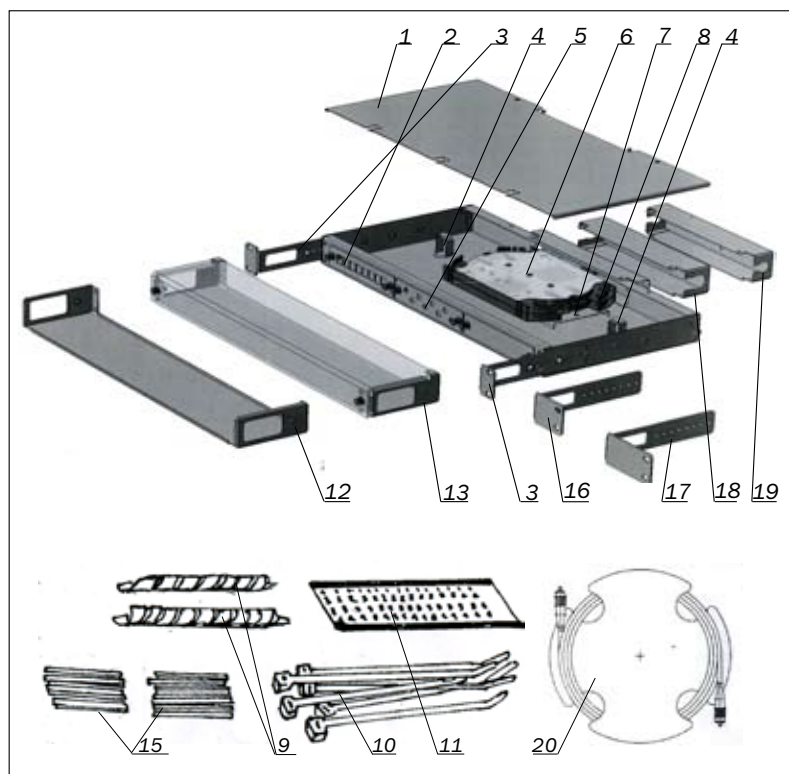

Рисунок 1.1 - Состав шкафа 1U
5.7 Для организации ввода ОК в защитной гофротрубе, разделанного до ОМ, используются поставляемые отдельно специальные узлы ввода ОК (*рисунок 1.1; поз. 18, 19*). Монтаж специальных узлов ввода ОК производить в соответствии с прилагаемой к ним инструкцией по монтажу.